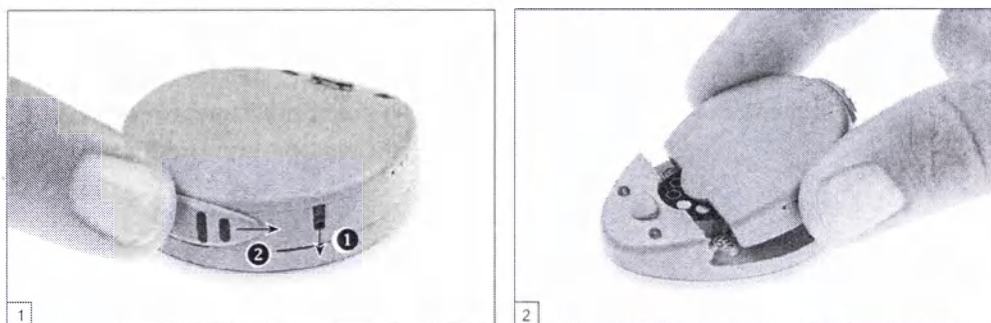

Рис. 12 Снятие блока элементов питания аудиопроцессора RONDO
1. Снимите блок элементов питания RONDO (в котором находятся 3 батареи для слуховых аппаратов) с блока процессора RONDO: опустите фиксирующий рычажок и передвиньте ползунковый переключатель вправо к символу разблокировки (E) до щелчка (см. рис. 12). После этого слегка сдвиньте блок элементов питания назад и снимите его.